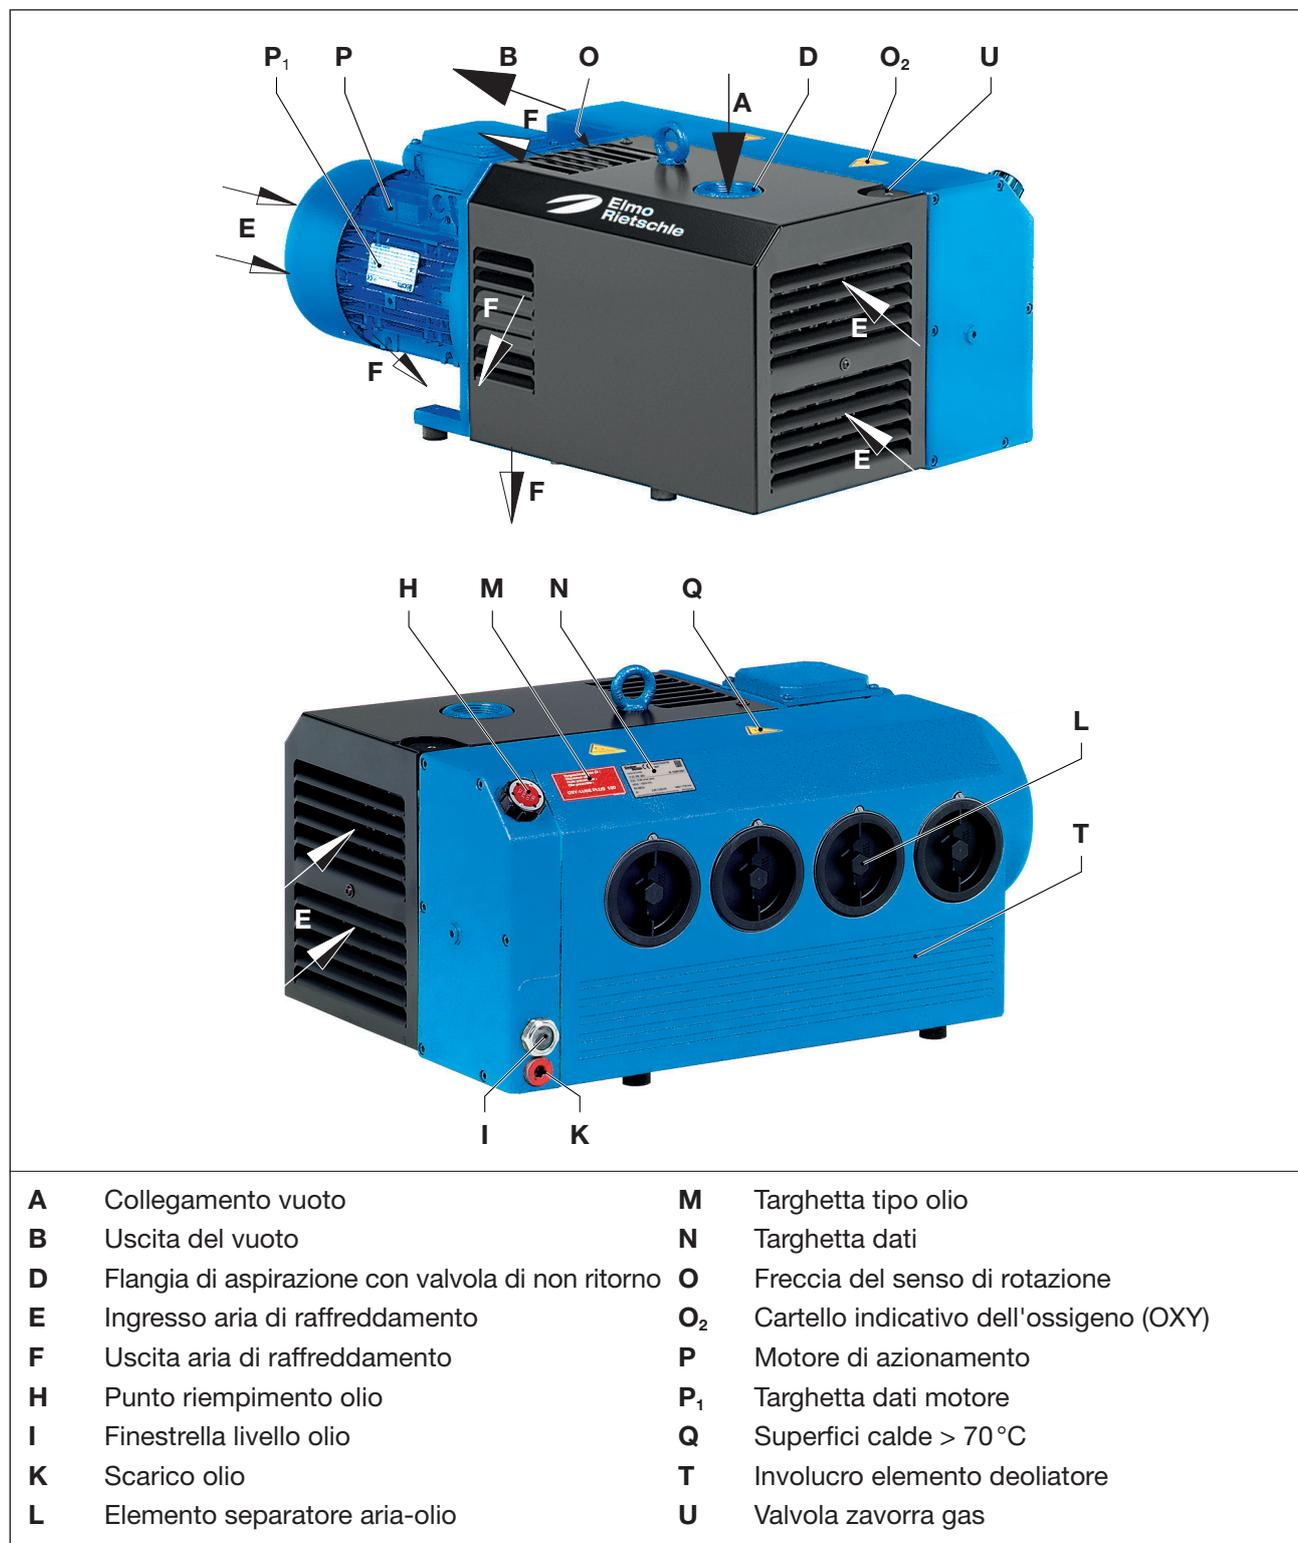

Fig. 2 Pompa per vuoto V-VC 40-150 OXY
Una valvola zavorra gas standard (Fig. 2/U) impedisce la condensazione di piccole quantità di vapore acqueo all'interno della pompa quando la pompa è a temperatura di esercizio. La compatibilità con il vapore acqueo può variare a seconda del design della pompa (vedi info I 200).
- La flangia di aspirazione (Fig. 2/D), il punto di riempimento dell'olio (Fig. 2/H), la finestrella livello olio dell'olio (Fig. 2/I), lo scarico dell'olio (Fig. 2/K), la zavorra gas (Fig. 2/U) e l'involucro deoliatore (Fig. 2/T) devono essere facilmente accessibili